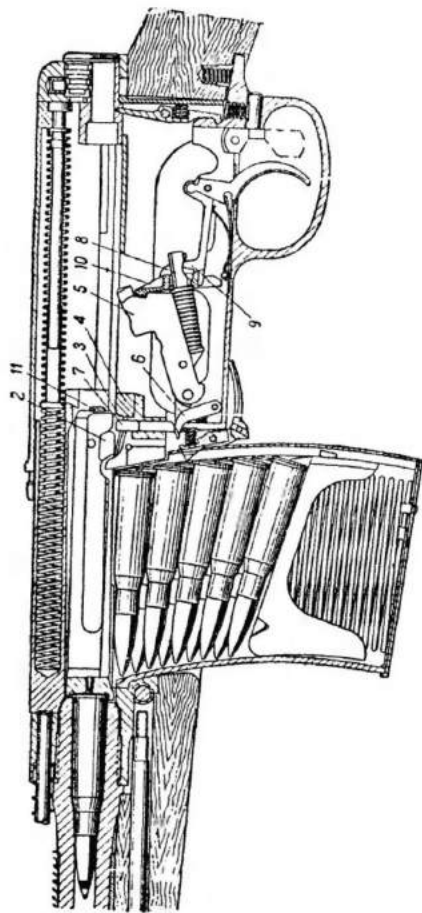

Рис. 75. Взаимодействие частей винтовки при зарядке:
65. Для зарядания винтовки (рис. 75) надо: